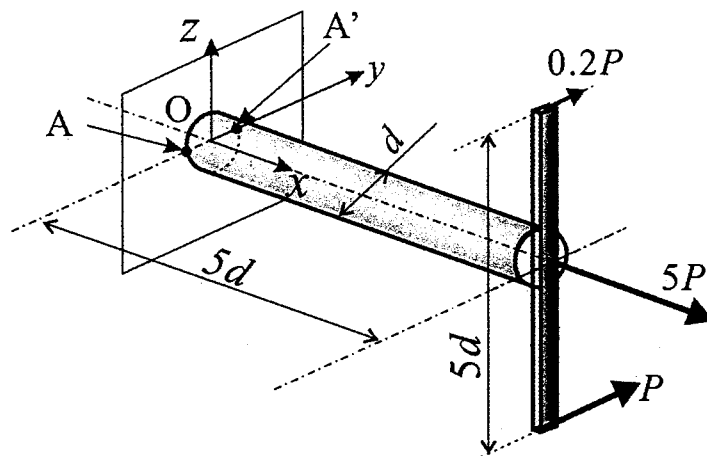

図 1-1
図 1-1 に示すように直径 d [mm] の丸棒が x 軸と平行となるように左端が固定されている。丸棒の固定端の、丸棒断面の中心が原点となるように xyz 座標系を定める。右端には丸棒の直径と比較して幅と厚さが十分小さい剛体板が z 軸と平行で、剛体板の長手方向の中心が丸棒の中心軸と一致するように接合されている。剛体板の各先端に y 軸方向に平行な P [N] および $0.2P$ [N] の大きさの集中外力がそれぞれ作用しており、丸棒の先端には x 軸方向に大きさ $5P$ [N] の引張集中外力が作用している。円周率を π とし、与えられた記号のみを用いて、以下の各問いに答えなさい。解答は解答用紙の右側欄の所定の場所に記述し、左側空欄に導出過程を記述すること。
- (1) 丸棒先端に作用する引張集中外力により、丸棒断面 (x 軸に垂直な断面) に作用する引張応力を求めなさい。
- (2) 剛体板の先端に作用する集中外力により、丸棒固定端の表面上の点 A ($(x, y, z) = (0, -d/2, 0)$ の位置) に作用する曲げ応力を求めなさい。
- (3) A 点と、 z 軸について対称な丸棒固定端の表面上の点 A' を図 1-1 のようにとる。A—A' 線上における、 x 軸方向の応力成分 σ_x の応力分布を図示しなさい。応力分布図の特徴が分かるように必要な値を記述すること。
- (4) 剛体板の先端に作用する集中外力によるトルクによって生じる、点 A に作用するせん断応力を求めなさい。
- (5) 丸棒には軸力、曲げ、およびねじりが同時に作用する状態にある。丸棒の材料の許容せん断応力を τ_{al} [MPa] とするとき、軸の直径の二乗 d^2 が満たすべき条件式を求めなさい。